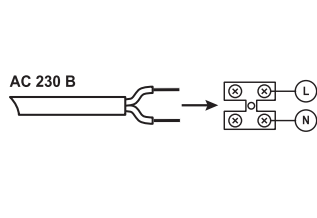

Рис. 1
- Присоедините подготовленные концы проводов к проводам светильника L, N, способом допустимым «Правилами устройства электроустановок» (Рис. 1).